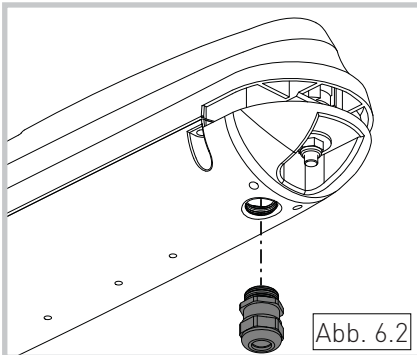

Abb. 6.2
- Montieren Sie die Kabelverschraubung am Antrieb, indem Sie sie in der entsprechenden Gewindebohrung im Guss befestigen (Abb. 6.2 und 6.3);